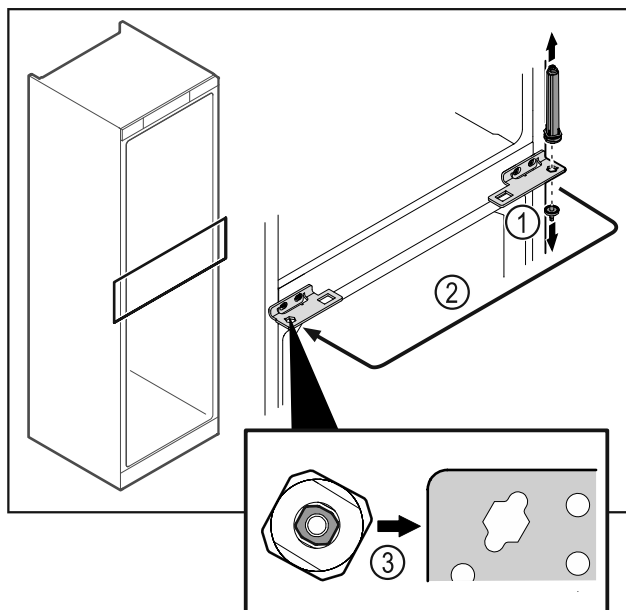

Fig. 48
- Scharnierbout Fig. 48 (1) losschroeven.
- Deursluitsysteem Fig. 48 (2) verplaatsen.
- Bij het gebruik de juiste uitlijning van het deursluitsysteem Fig. 48 (3) in acht nemen.